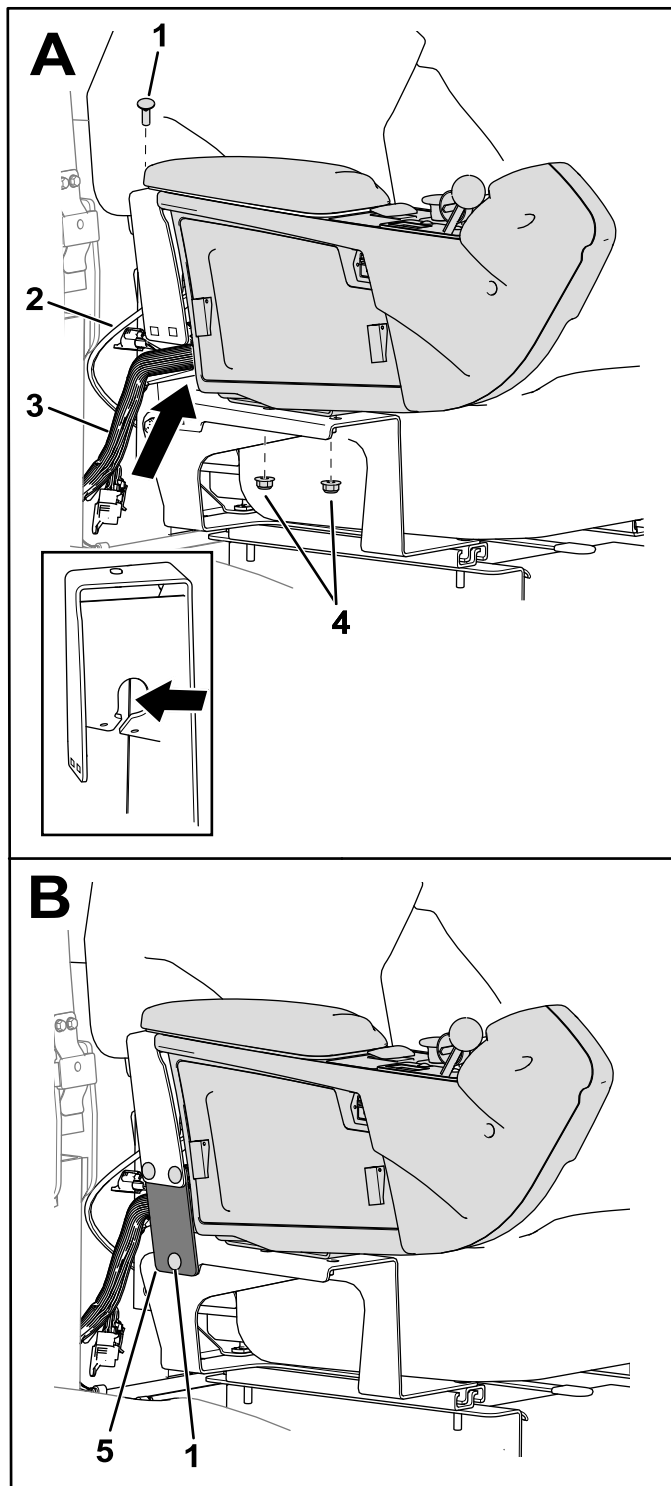

Figura 4
2. Posicione a consola no suporte do banco (A em Figura 4).
Para as máquinas modelos n.º 31900, 31901, 31907 e 31909: certifique-se de que o cabo do acelerador está colocado na folga do suporte do acelerador acima da cablagem (destaque A em Figura 4).
3. Prenda a consola ao suporte do banco com as porcas existentes removidas em [Posicionar o conjunto do banco \(página 1\)] e um parafuso de carroçaria e porca (A em Figura 4).
4. Prenda a placa ao suporte do banco com três parafusos de carroçaria e três porcas (B em Figura 4).